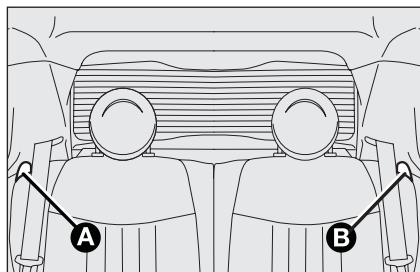

fig. 49
- agire sulle leve **A** o **B**-fig. 49 per sbloccare rispettivamente la porzione sinistra o destra dello schienale e accompagnare lo schienale sul cuscino.
- agire sulle leve **A** e **B**-fig. 49 per sbloccare gli schienali e accompagnarli sul cuscino.